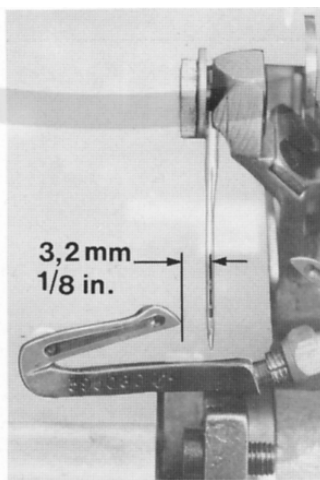

FIG. 4
Now insert lower looper (A, Fig. 4) into bar (B). With lower looper at the left end of its stroke, set looper point 3.2mm (1/8") from the center of the needle, using looper gauge No. 21225-1/8.
Ahora coloque el looper inferior (A, Fig. 4) en su barra (B). Cuando el looper inferior se encuentre en su posición de extrema izquierda, ajuste la punta del looper a una distancia de 1/8" (3,2 mm) al centro de la aguja. Utilice para esto el calibrador del looper No. 21225-1/8.